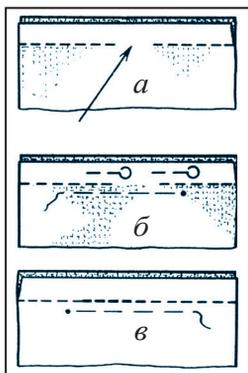

Рис.63. Шитьё распоротого шва.
Работа проводится в следующем порядке (рис.63):
1. Вытаскивают нитки с ремонтируемого места и гладят его утюгом (рис.63, а).
2. Распоротое место прикалывают булавкой и прошивают крупными стежками вручную (рис.63, б).
3. Распоротое место прошивают вручную швом «назад иголку» (машинный шов) (рис.63, в).